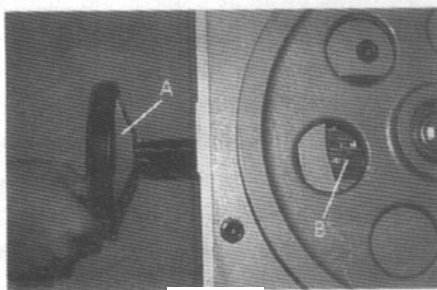

Рис. 8
Для натяжения полотна, поднимите крышку левого колеса и поверните ручку натяжения полотна (A) Рис.8 по часовой стрелке.